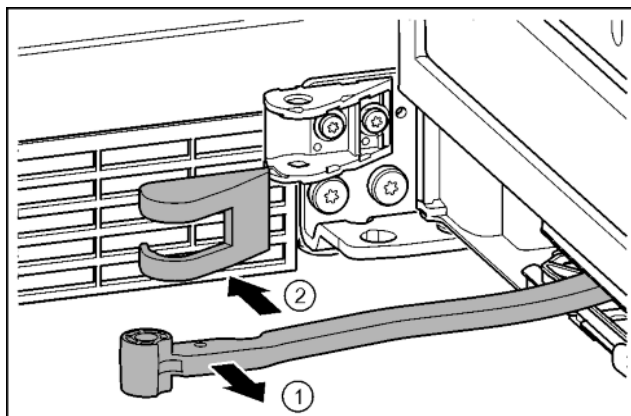

Fig. 17
- ▶ Поверніть шарнір у напрямку дверцят. Fig. 17 (1)
- ▶ Зніміть кришку опорного кронштейна. Fig. 17 (2)